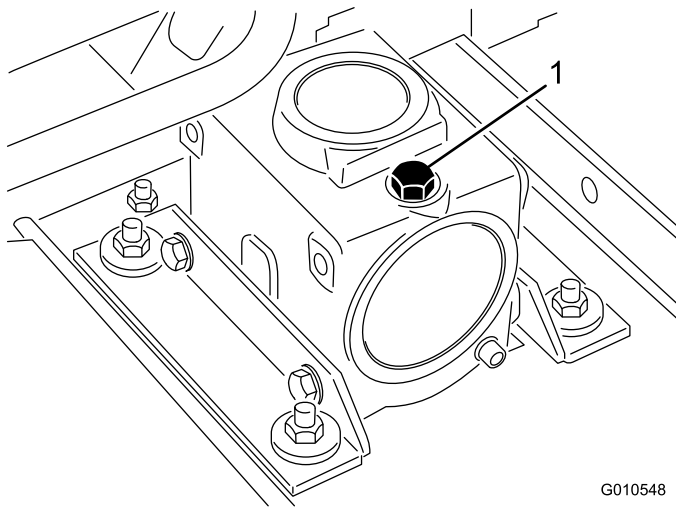

Figure 24
2. Placez la machine et le plateau de coupe sur une surface plane et horizontale, et abaissez le plateau de coupe. Retirez la jauge/le bouchon de remplissage du haut du réducteur (Figure 24) et vérifiez que le niveau de lubrifiant se situe entre les repères de la jauge. Si le niveau de lubrifiant est bas, ajoutez de l'huile pour engrenages SAE 80-90 jusqu'à ce que le niveau se situe entre les repères. La capacité du réducteur est de 283 ml.